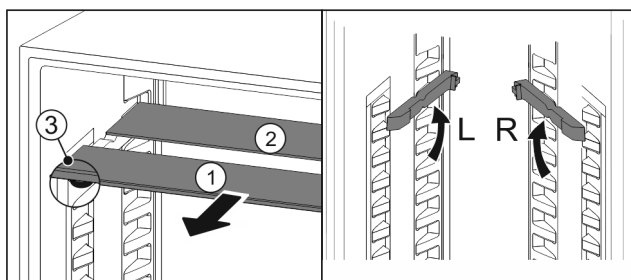

Fig. 85
- ▶ Extrageți Fig. 85 (1) pe rând plăcile de sticlă spre înainte.
- ▷ Placa de sticlă Fig. 85 (1) cu șipca decorativă se află în față.
- ▷ Opritoarele Fig. 85 (3) indică în jos.